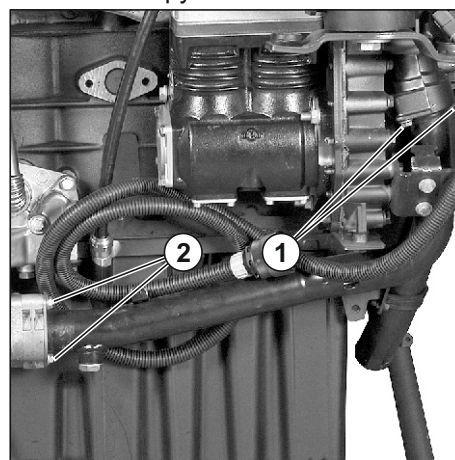

**Рис. 141.** Установка колец резиновых в теплообменник.
1. Установить в канавки отверстий теплообменника кольца резиновые (см. **Рис. 141**):
6. Проверить через специальные прорези (3) (см. **Рис. 141**) наличие колец резиновых.
7. Установить экран теплозащитный на блок с левой стороны от элементов фильтра, вставить болты (12) M8x1,25-20 в отверстия экрана и ввернуть в блок от руки. Завернуть болты окончательно моментом  $M_{кр} = 20 \pm 4$  Нм.